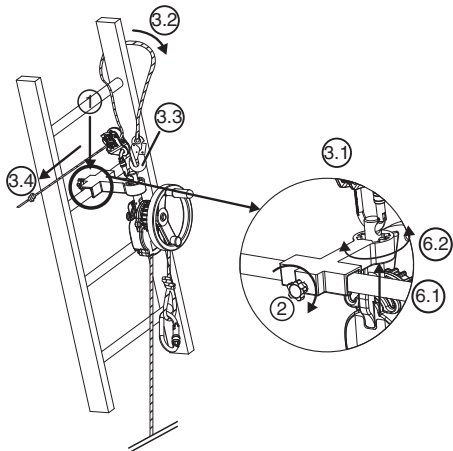

Fig. 7
6.3.3 DEROPE™ UP K apparat (Fig. 7)
1. Installer den lille støttekonsol på stignens trin i den valgte position for at foretage redningsaktionen over den person, der skal evakueres (fig. 7, 1).
2. Fastspænd blokeringsaksen, der sidder bag på støttekonsollen, ved hjælp af fastspændingsbolten (fig. 7, 2).
- Fastgør forbindelsesledet til indstillingsanordningen LCM 05 i hullet øverst på tilkoblingsaksen (fig. 7, 3.1).
- Før sikringslinen omkring det trin på stigen, som ligger umiddelbart ovenover konsollen, ved at føre den omkring en af stignes vanger (fig. 7, 3.2).
- Kobl sikringslinens forbindelsesled sammen med forbindelsesledet på indstillingsanordningen LCM 05 (fig. 7, 3.3).
- Stram sikringslinen ved at trække på den frie streng (fig. 7, 3.4).
6. Vend DEROPE™ apparat efter behov ved at ændre tilkoblingsaksens position i indekseringsanordningen (fig. 7, 6.1 – 6.2).